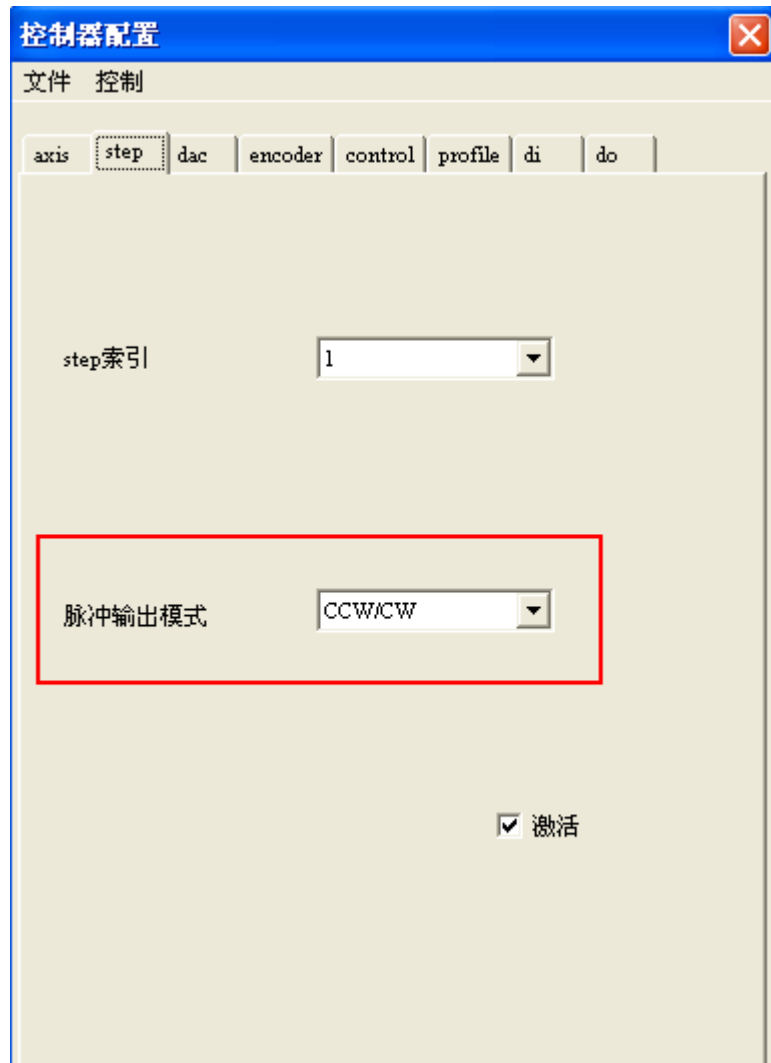

图 4-7 “正负脉冲”设置
- (4) 若驱动接收的是“正负脉冲”，则需要将“step索引”下拉框切换脉冲输入模式为“CCW/CW”，如图4-7所示：